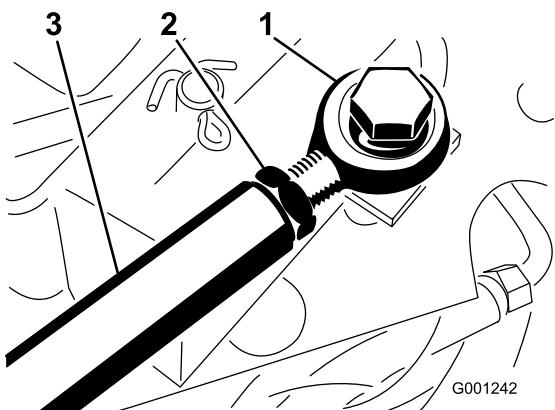

図 67
3. さらに調整が必要な場合は、走行ロッド(図 67)の調整を以下の要領で行う：